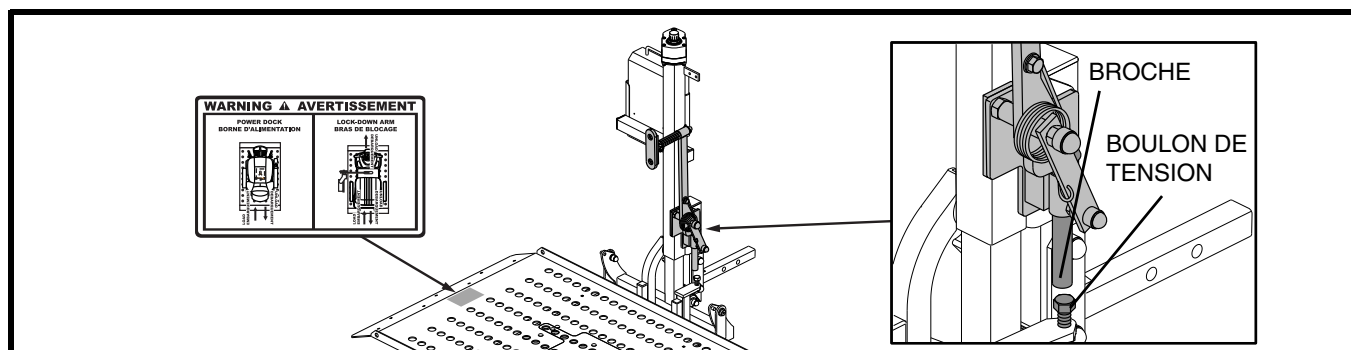

Figure 5. Réglage du boulon de tension et de la broche
10. Attacher l'étiquette de Mise en garde fournie, à la plate-forme de levage. **Voir la figure 5.**
11. Régler le boulon de tension sur le cadre H qui actionne la broche du bras de verrouillage. Ce réglage devrait comprimer le ressort sur le pied pivot du bras de verrouillage afin d'assurer un bon arrimage du scooter lorsqu'il est en position repliée. **Voir la figure 5.**